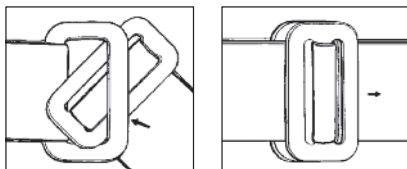

Figura 9 Cómo abrochar una hebilla de conexión rápida
PASO 5 (figura 5F) Abroche la correa pectoral introduciendo la lengüeta de la hebilla en el receptor de la hebilla de enganche rápido (figura 9). La correa pectoral debe quedar 15 cm por debajo de la parte superior de los hombros.